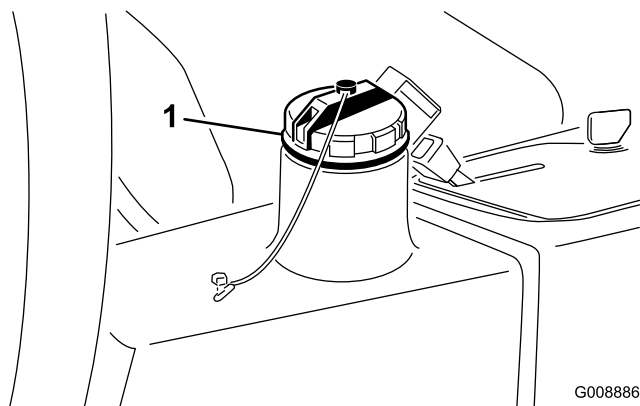

Figura 29
2. Pulite attorno al collo del bocchettone e del tappo del serbatoio idraulico (Figura 29). Togliete il tappo di riempimento.